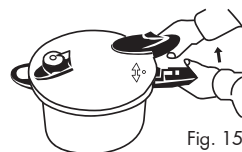

Fig. 15
- Rotiți mânerul superior în sens antiorar (Fig. 15).